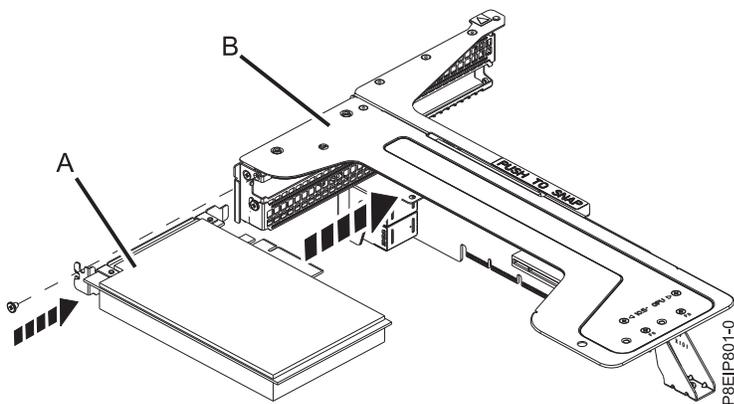

Figura 56. Inserindo um adaptador na posição 3 do riser PCIe
- f. Insira o adaptador PCIe **(A)** que está localizado na posição 3 no riser do adaptador PCIe **(B)** conforme mostrado na Figura 56 na página 85.